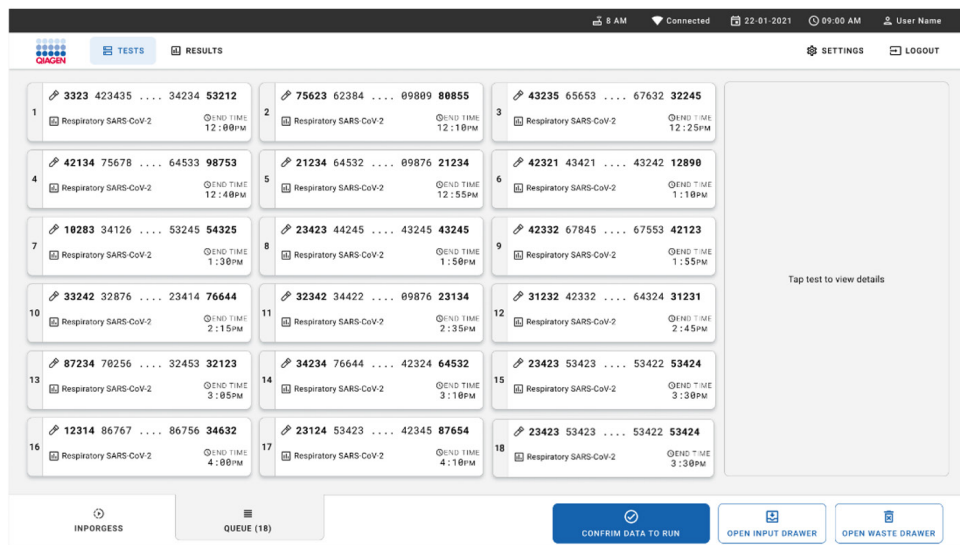

图 30. 样本队列屏幕。
15. 扫描成功后，将显示该队列（图 30）。查看显示的数据。如果出现错误，请按下 **OPEN INPUT DRAWER**（打开进样抽屉）按钮，然后按照步骤 10-13 取出相应的试剂盒并重新扫描该试剂盒。